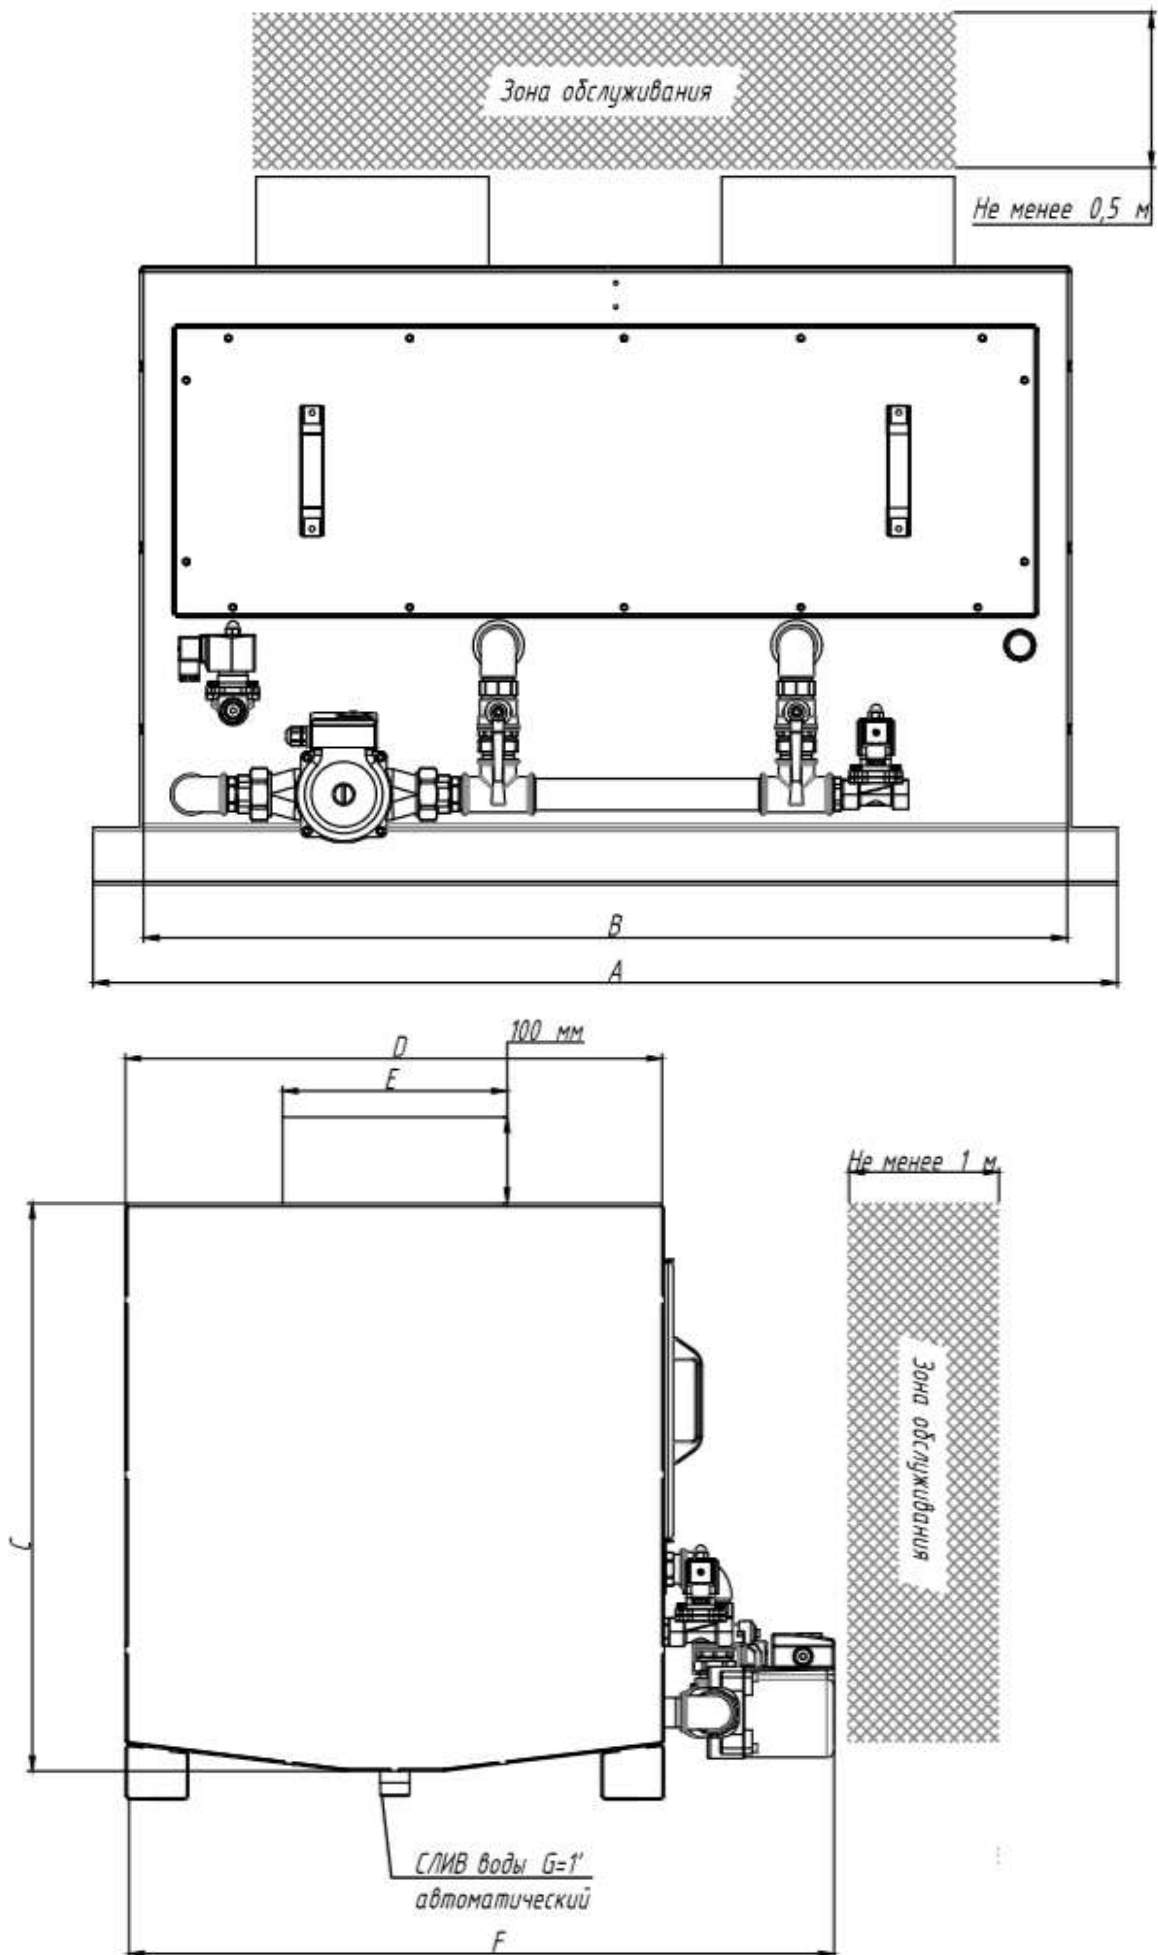

РИС. 1. ГАБАРИТНЫЕ РАЗМЕРЫ ОБОРУДОВАНИЯ И ЗОНА ОБСЛУЖИВАНИЯ
- Место монтажа газоконвертора «Ятаган HYDRO» должно обеспечивать свободный доступ к местам его обслуживания: свободное пространство не менее 0,5 м сверху и не менее 1 м спереди (Рис. 1).